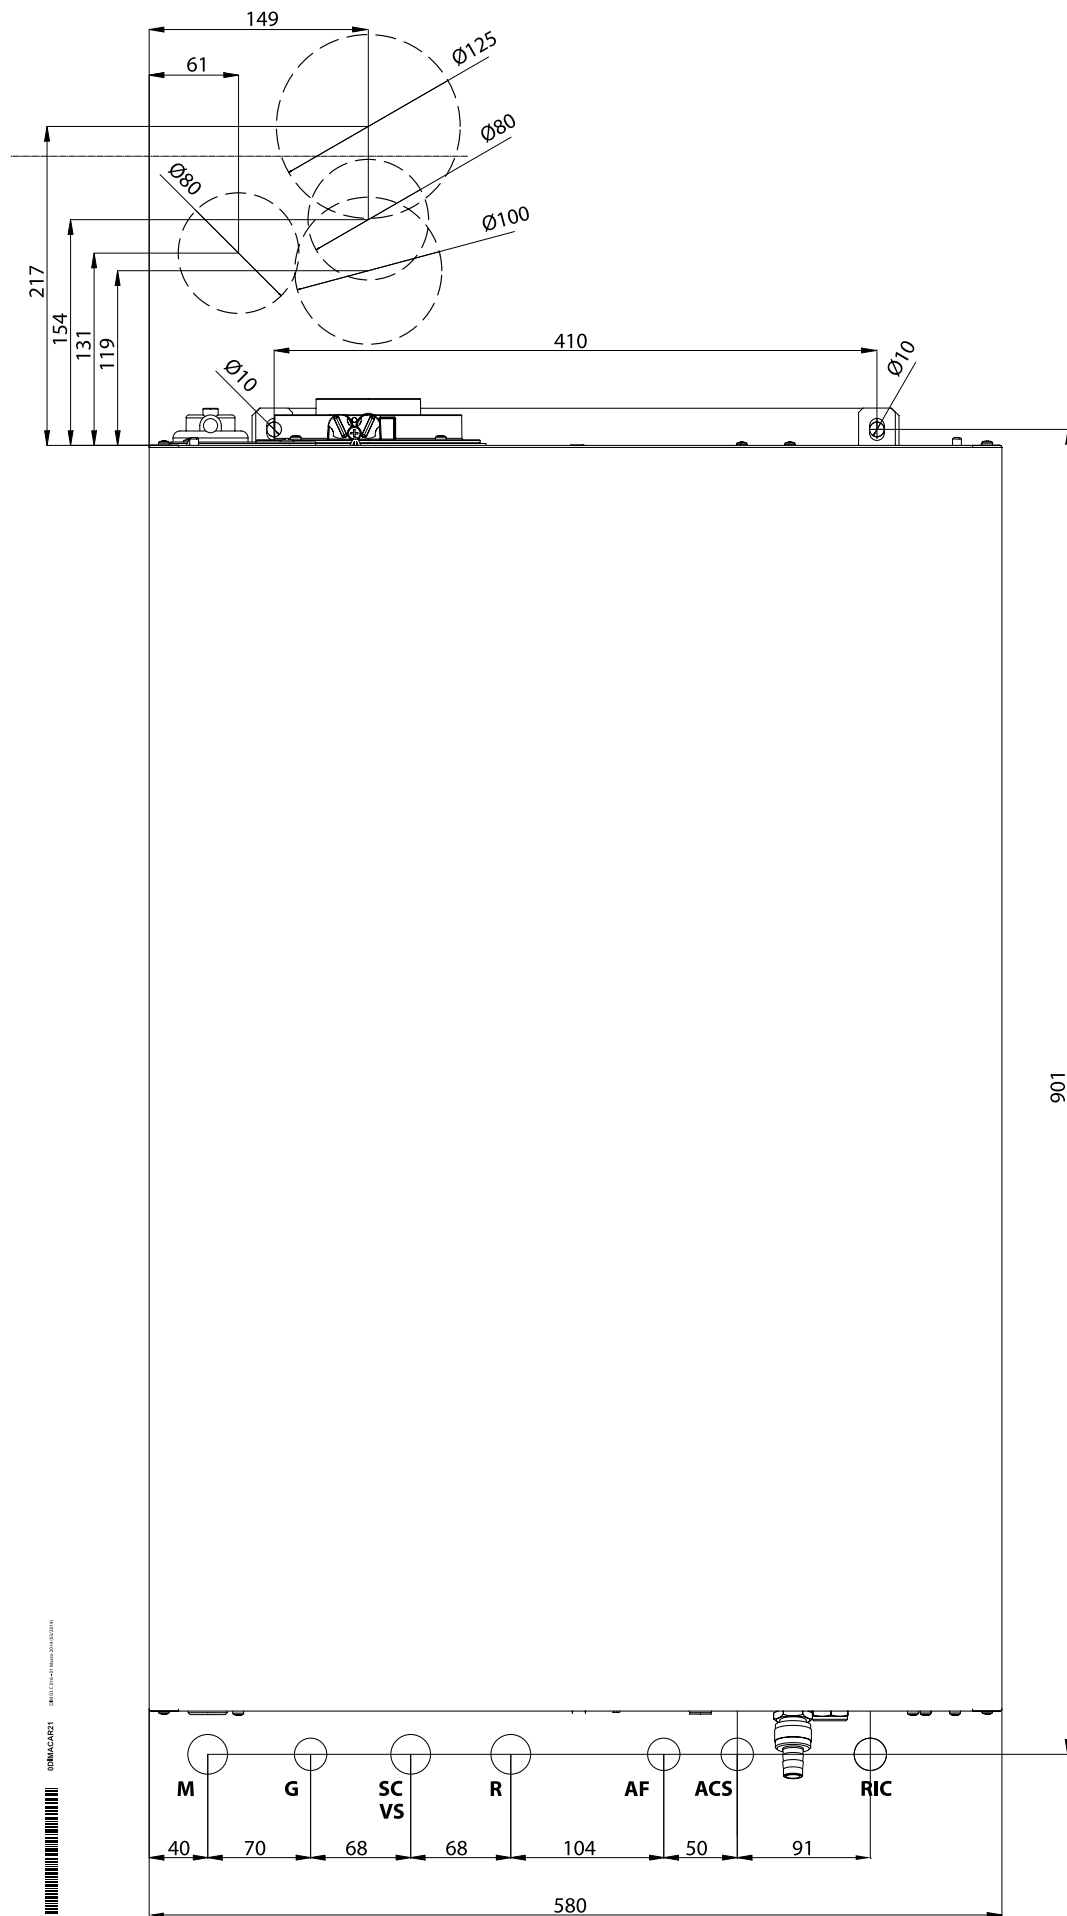

Fig. 6 Dima in carta
- » la dima di fissaggio della caldaia al muro (vedi Fig. 6 Dima in carta).
Ogni apparecchio è corredato di un'apposita dima in carta contenuta nell'imballo (vedi Fig. 6 Dima in carta).
- Fissare la dima (vedi Fig. 6 Dima in carta) alla parete.